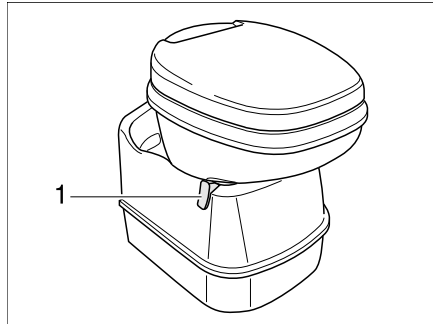

Bild 156 Thetford-Toilettenschüssel, schwenkbar
- Vor dem Spülen den Schieber der Thetford-Toilette öffnen. Dazu den Schieberhebel (Bild 156,1) entgegen dem Uhrzeigersinn schieben.
- Den Schieberhebel (Bild 156,1) im Uhrzeigersinn drehen. Der Schieber wird geschlossen. Zum Entleeren **muss** in der Thetford-Toilette der Schieber geschlossen sein.